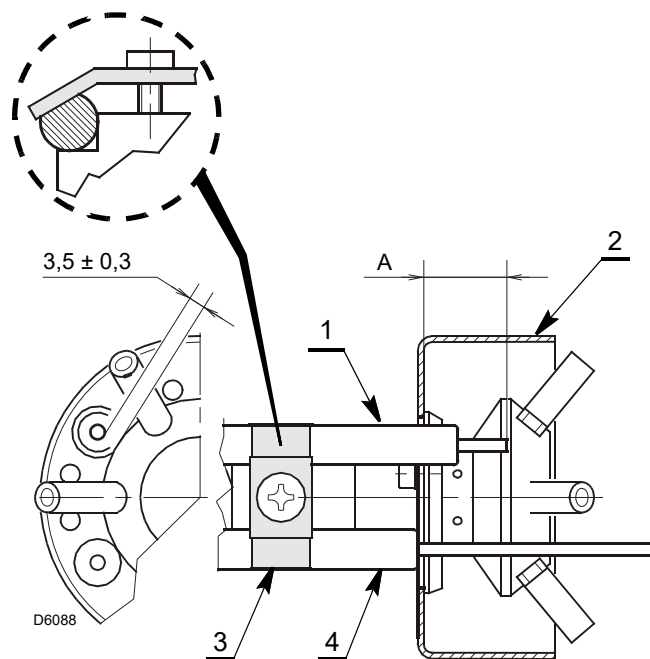

Рис. 14
- Убедитесь в том, чтобы пластинка 3 (Рис. 14) лежала на плоской поверхности электрода 1).